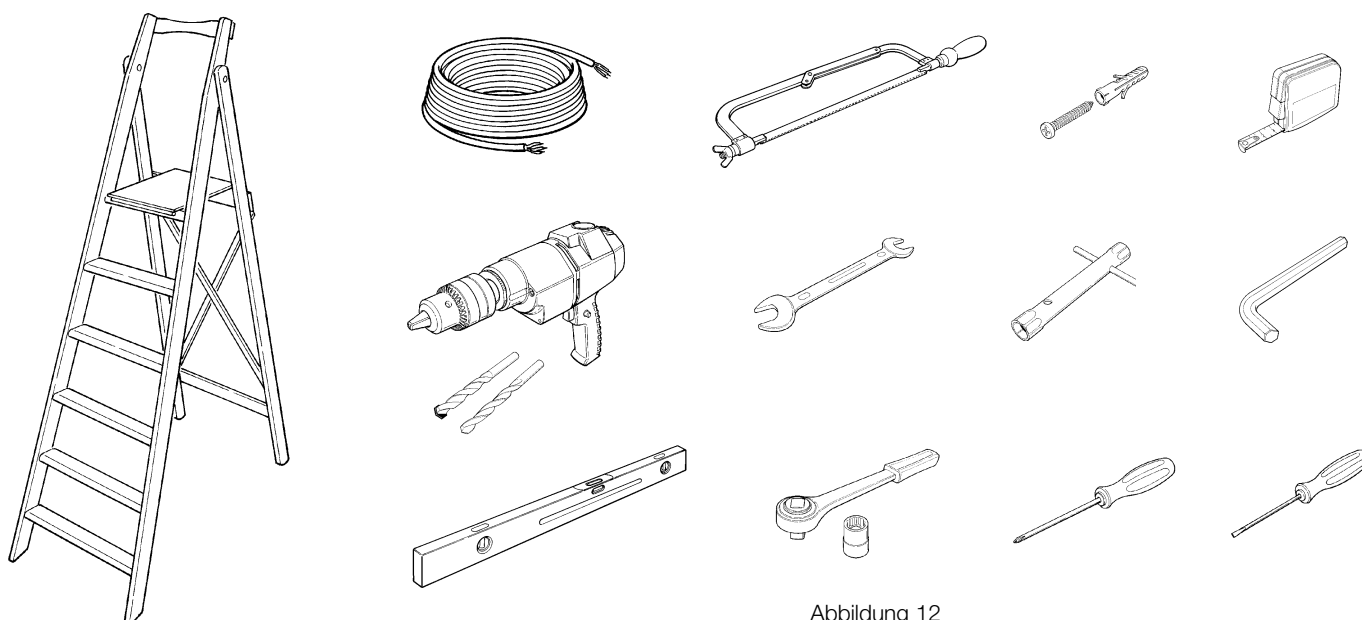

Abbildung 12
**Sicher stellen, dass das gesamte zur Installation notwendige Werkzeug und Material vorhanden, in gutem Zustand und konform mit den Sicherheitsbestimmungen ist. Ein paar Beispiele in Abbildung 12.**
Nachdem die Position der verschiedenen Vorrichtungen gewählt ist (Abbildung 12 als Beispiel verwenden), können die Rohre für den Durch-